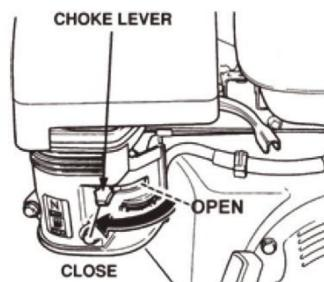

FIG.7
- 9.3 Placera chokereglaget (FIG. 7) i läget "STÄNGD" om du startar en kall motor.
9.7 Om motorn har startat, ställ långsamt tillbaka chokespaken (FIG. 7) till Öppen position. Om motorn inte har startat, upprepa steg 1 till 6.